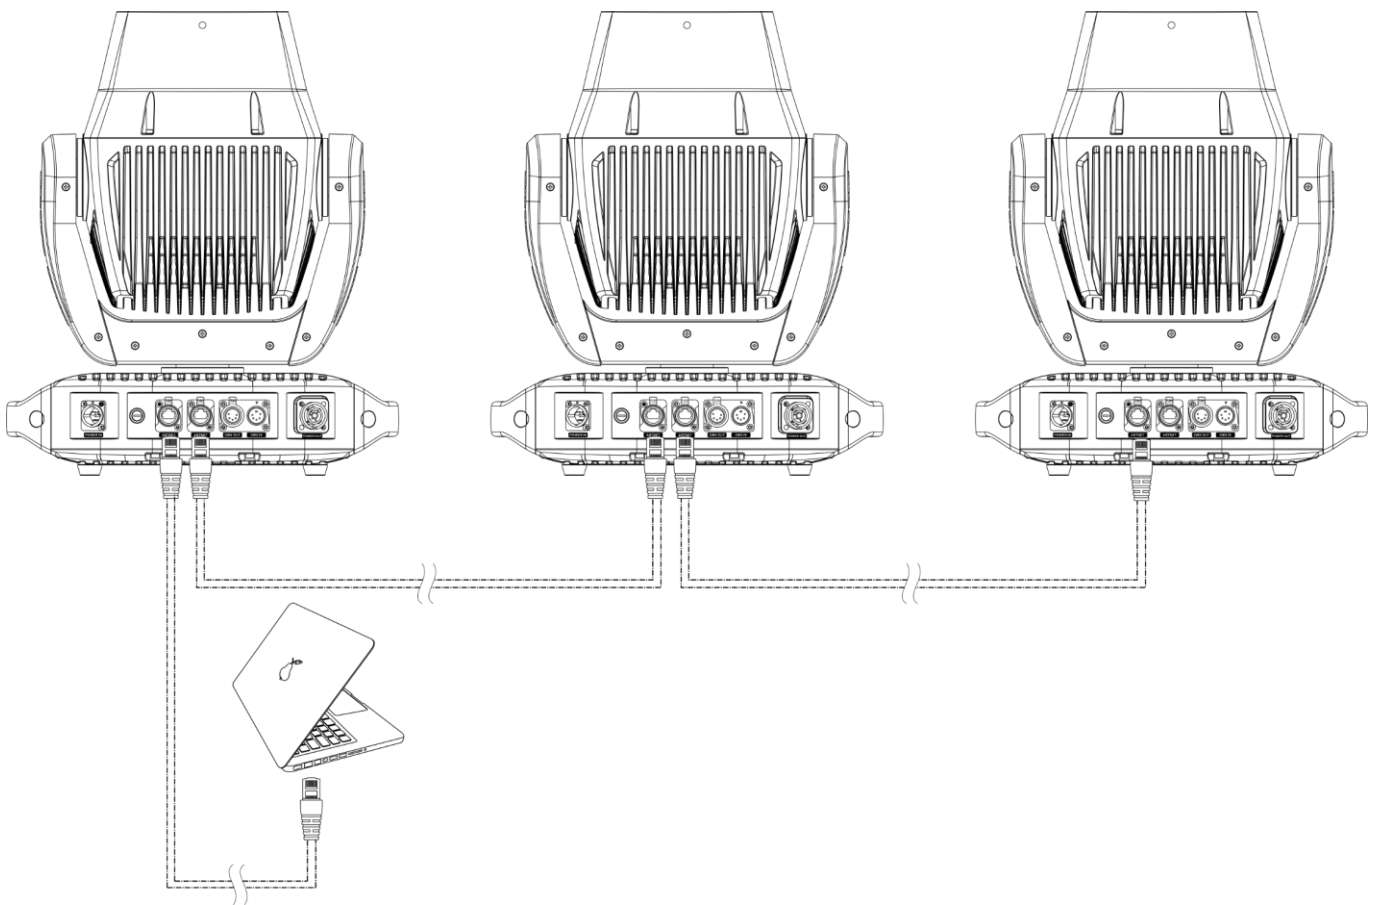

Fig. 08
- 05) Collegare le unità come indicato nella Fig. 08. Collegare la presa RJ45 "out" della prima unità alla presa "in" della seconda unità, servendosi di un cavo CAT-5/CAT-6. Ripetere questo processo fino a collegare il resto delle unità.